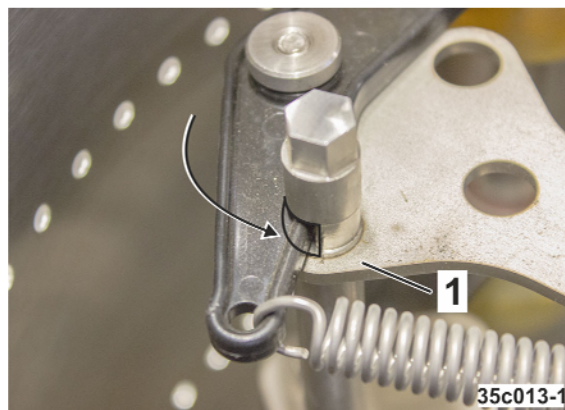

Fig. 334
4. Betjeningshåndtaget skal gå helt i indgreb i noten (Fig. 334/1).